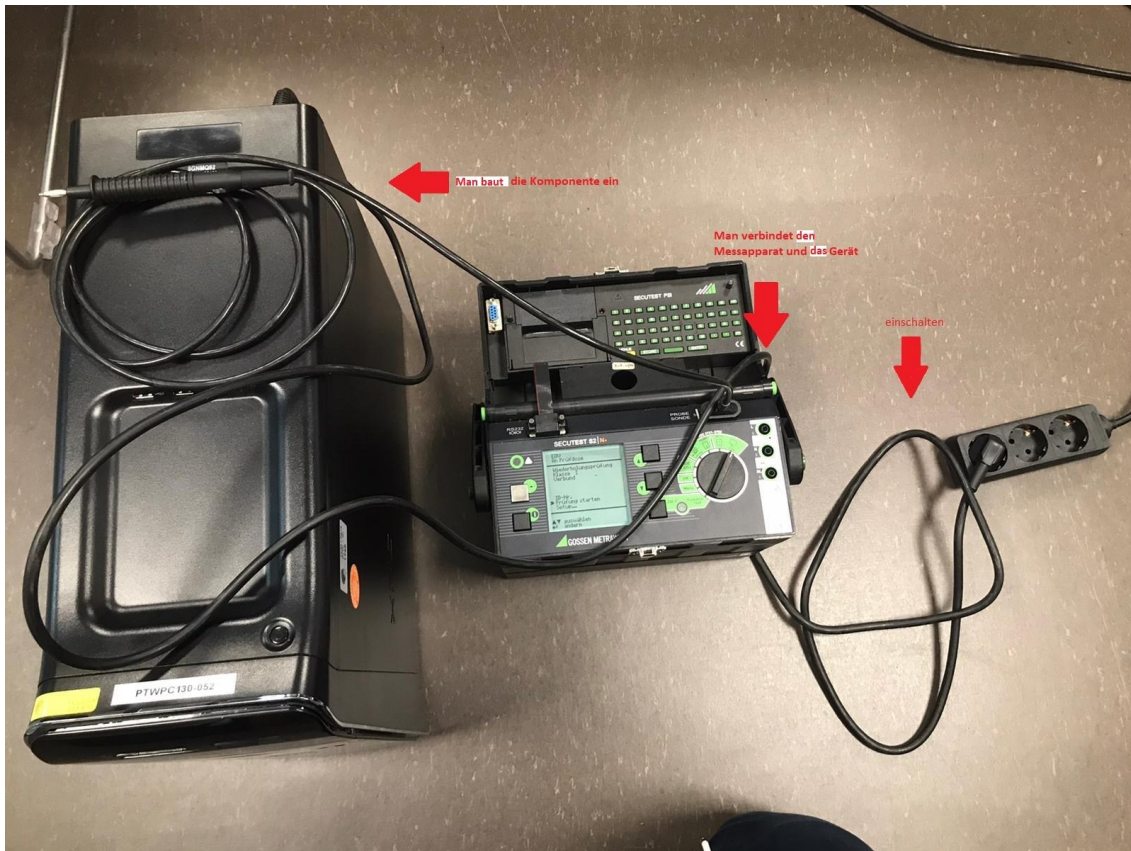

Bild 1. Messapparat und Komponente. Mode EDV
1. Man baut die Komponenten auf, wie die Bild 1 zeigt: